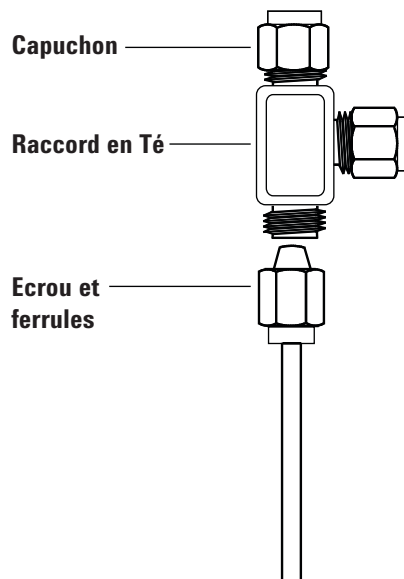

Figure 23 Té Swagelok
- 1 Coupez le tube à l'endroit où vous souhaitez installer le Té. Raccordez le tube et le Té avec un raccord Swagelok. Voir la section Figure 23.